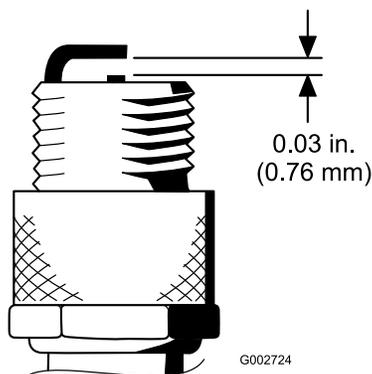

Figura 39
4. Ajuste a folga existente entre a zona central e lateral do elétrodo para 0,76 mm, como se mostra na Figura 39.